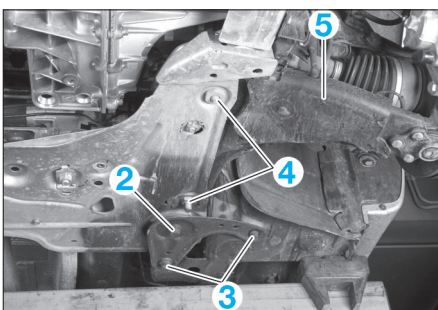

FIG. 11
- Déposer les vis de fixation arrière (2) du berceau sur la caisse ainsi que les vis de renfort arrière (3) (fig. 11).
- Par le dessus du berceau, déposer les vis (4) (fig. 11).
- Déposer le bras inférieur (5).